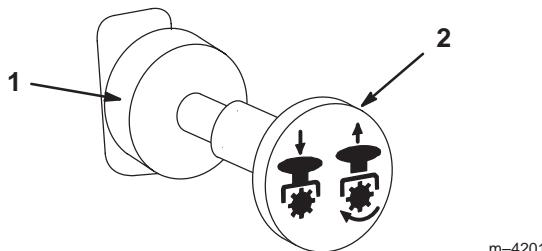

Figure 17
3. Tirez sur la commande de prise de force (PdF) pour l'embrayer (Fig. 17).
1. Repoussez la commande de PdF pour la **débrayer** (Fig. 17).